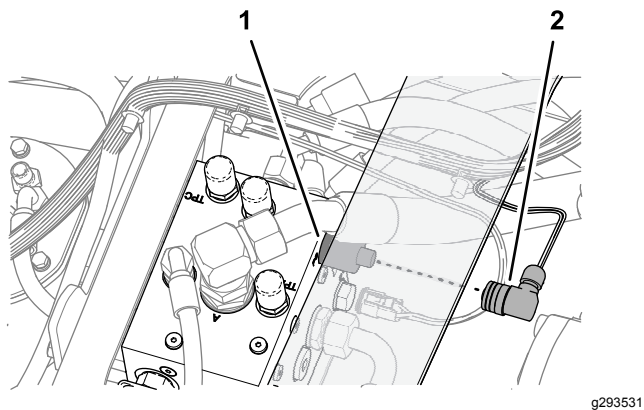

Bild 16
4. Installieren Sie den Druckschalterstecker auf den elektrischen Anschluss des Druckschalters (Bild 16).